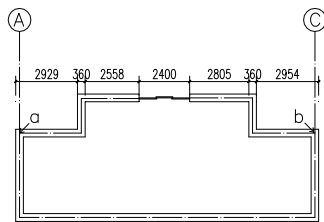

图 8-29 打开裁剪延伸素材
**01** 按 Ctrl+O 组合键，打开配套光盘提供的“第 8 章/ 8.3.11 裁剪延伸.dwg”素材文件，结果如图 8-29 所示。